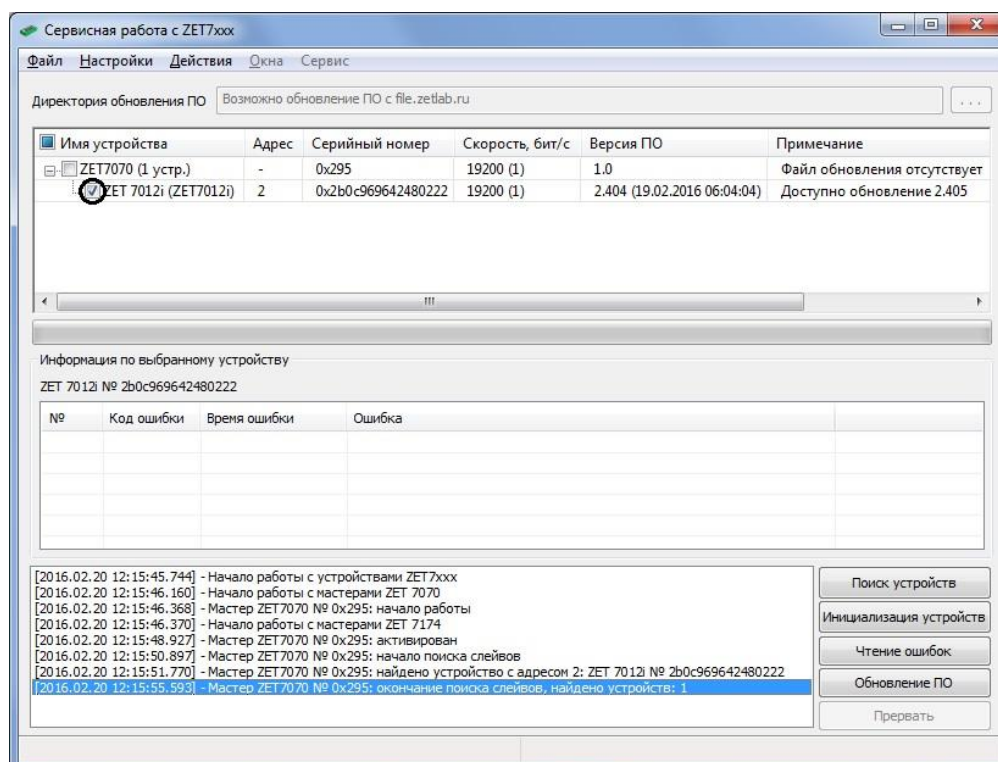

Рисунок 6.
3) Выбрать цифровой датчик, ПО которого необходимо обновить, установив галочку слева от имени цифрового датчика (см. Рисунок 6).